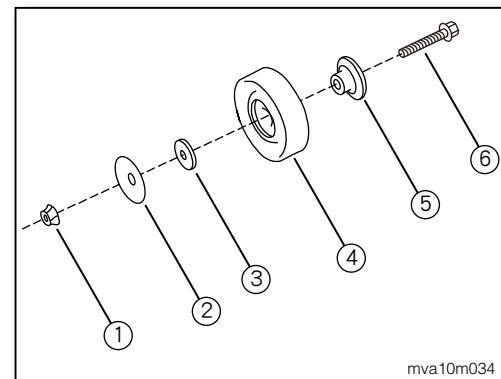

图1
- 按顺序将惰轮隔离片⑤、惰轮④(C型扣环朝发动机侧)、垫片③、防尘盖板②组立，最后用张力调整螺栓⑥与螺母①预锁，待皮带组立后进行惰轮螺母过磅(如图1)。